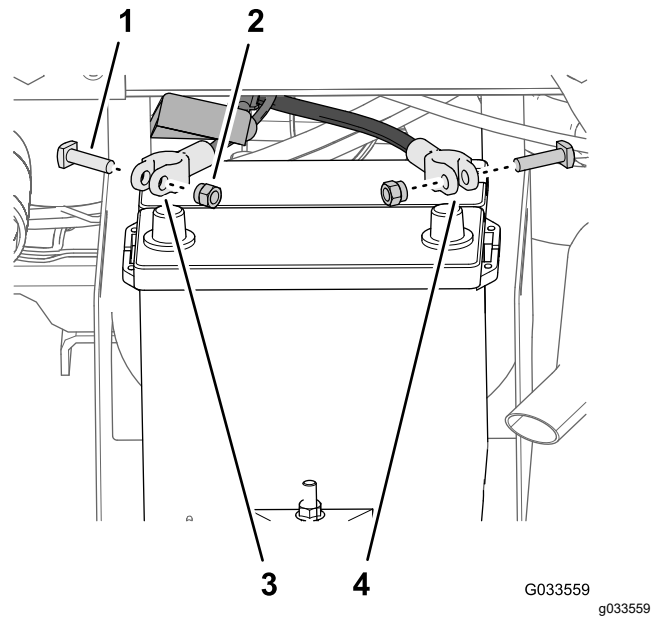

Bild 27
1. Entfernen Sie die Muttern und T-Schrauben an den Klemmen des Plus- und Minuskabels der Batterie (Bild 27).